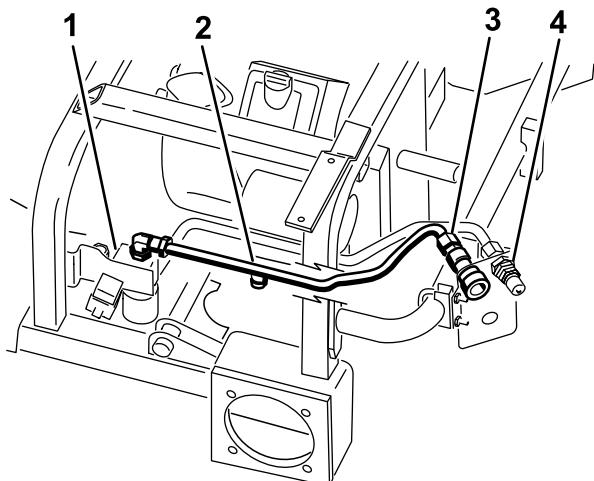

Figura 15
4. Posicione el tubo hidráulico n.º 2 en la máquina según se muestra en Figura 15.
5. Conecte el tubo hidráulico n.º 2 al codo de 90 y a la parte superior de la nueva válvula (Figura 15).
6. Conecte el tubo hidráulico n.º 2 al acoplamiento hembra superior (Figura 15).